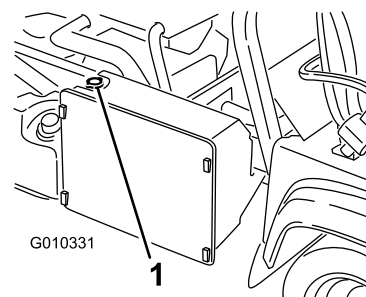

Bild 54
- Nehmen Sie den Kühlerdeckel ab (Bild 54).
- Nehmen Sie den Deckel des Überlaufgefäßes ab (Bild 54).
7. Füllen Sie den Kühler auf und schrauben Sie den Deckel auf (Bild 54).